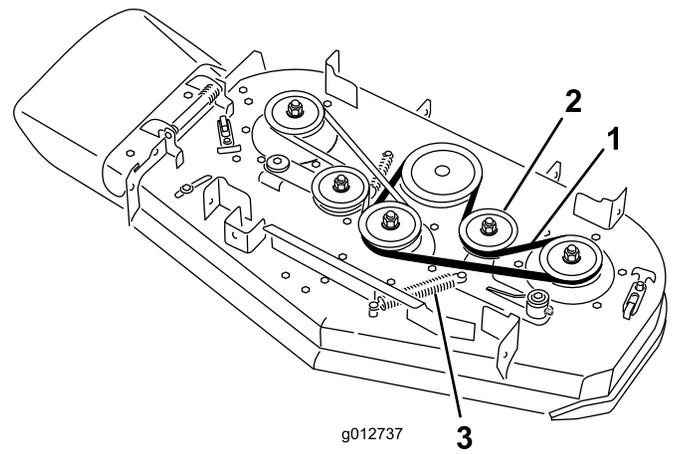

Figura 66
5. Desenganche el muelle de la clavija del brazo de la polea tensora (Figura 66).
6. Retire la correa usada del cortacésped (Figura 66).
7. Instale la correa nueva del cortacésped alrededor de las poleas de la carcasa, la polea del embrague y la polea tensora (Figura 66).
8. Enganche el muelle en la clavija (Figura 66).